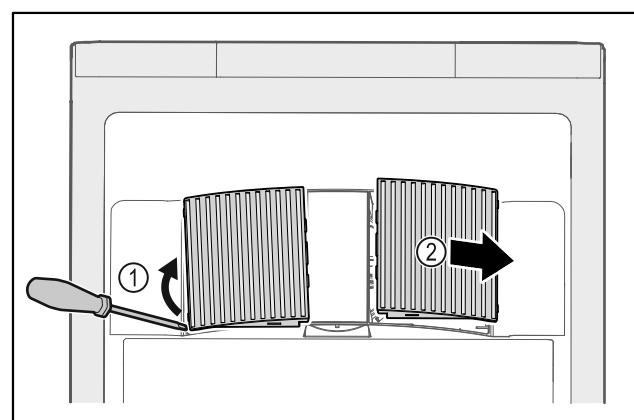

Fig. 141
- Oprezno podignite ventilatorske pokrove sa strane Fig. 141 (1) i skinite ih prema naprijed Fig. 141 (2).